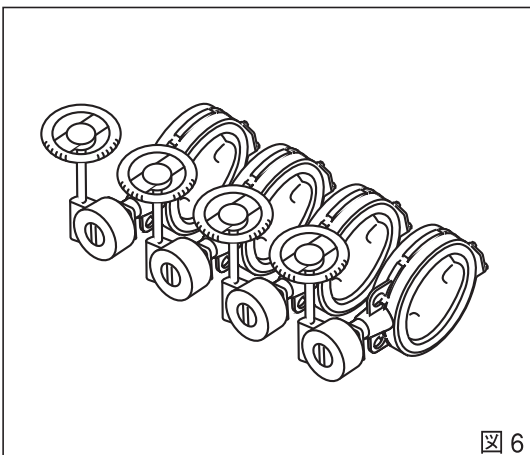

図6
- ❗開梱保管：開梱された状態で保管される場合は、本体および駆動部に無理な力がかからない状態で保管ください。また、必ずシートをかけ、ホコリなどを防いでください。（図6）